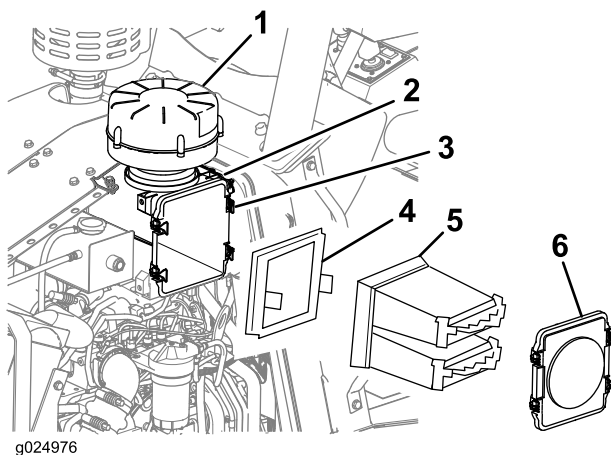

Figura 70
2. Sbloccate i 4 fermi che fissano il coperchio del filtro dell'aria e rimuovete il coperchio (Figura 70).
3. Rimuovete gli elementi primari e secondari del filtro dell'aria dall'alloggiamento del filtro (Figura 70).
4. Utilizzate un panno umido pulito per pulire l'interno dell'alloggiamento del filtro (Figura 70).
10. Fissate il coperchio del filtro dell'aria sul relativo alloggiamento con i 4 fermi (Figura 70).